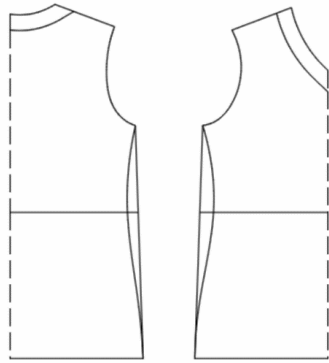

图 4-1-3 衣身结构处理
① 后中向下按照“衣长”尺寸延长，底摆横向水平取“摆围/4”，连接侧缝腰围止点；前片参照后片对应处理；前后侧缝各做“1.5cm”收腰处理，修顺侧缝线。
② 用“ (相交等距线)”工具，在前、后领分别做“3cm”大小衣领，如图 4-1-3 所示。
③ 在衣袖原型基础上，沿袖中线取袖长尺寸，做水平线；两侧各收进“1.5cm”，